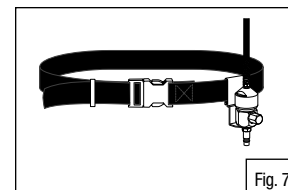

Fig. 7
4. Placer la pince métallique du régulateur d'air ou du connecteur sur la ceinture. (Fig. 7)